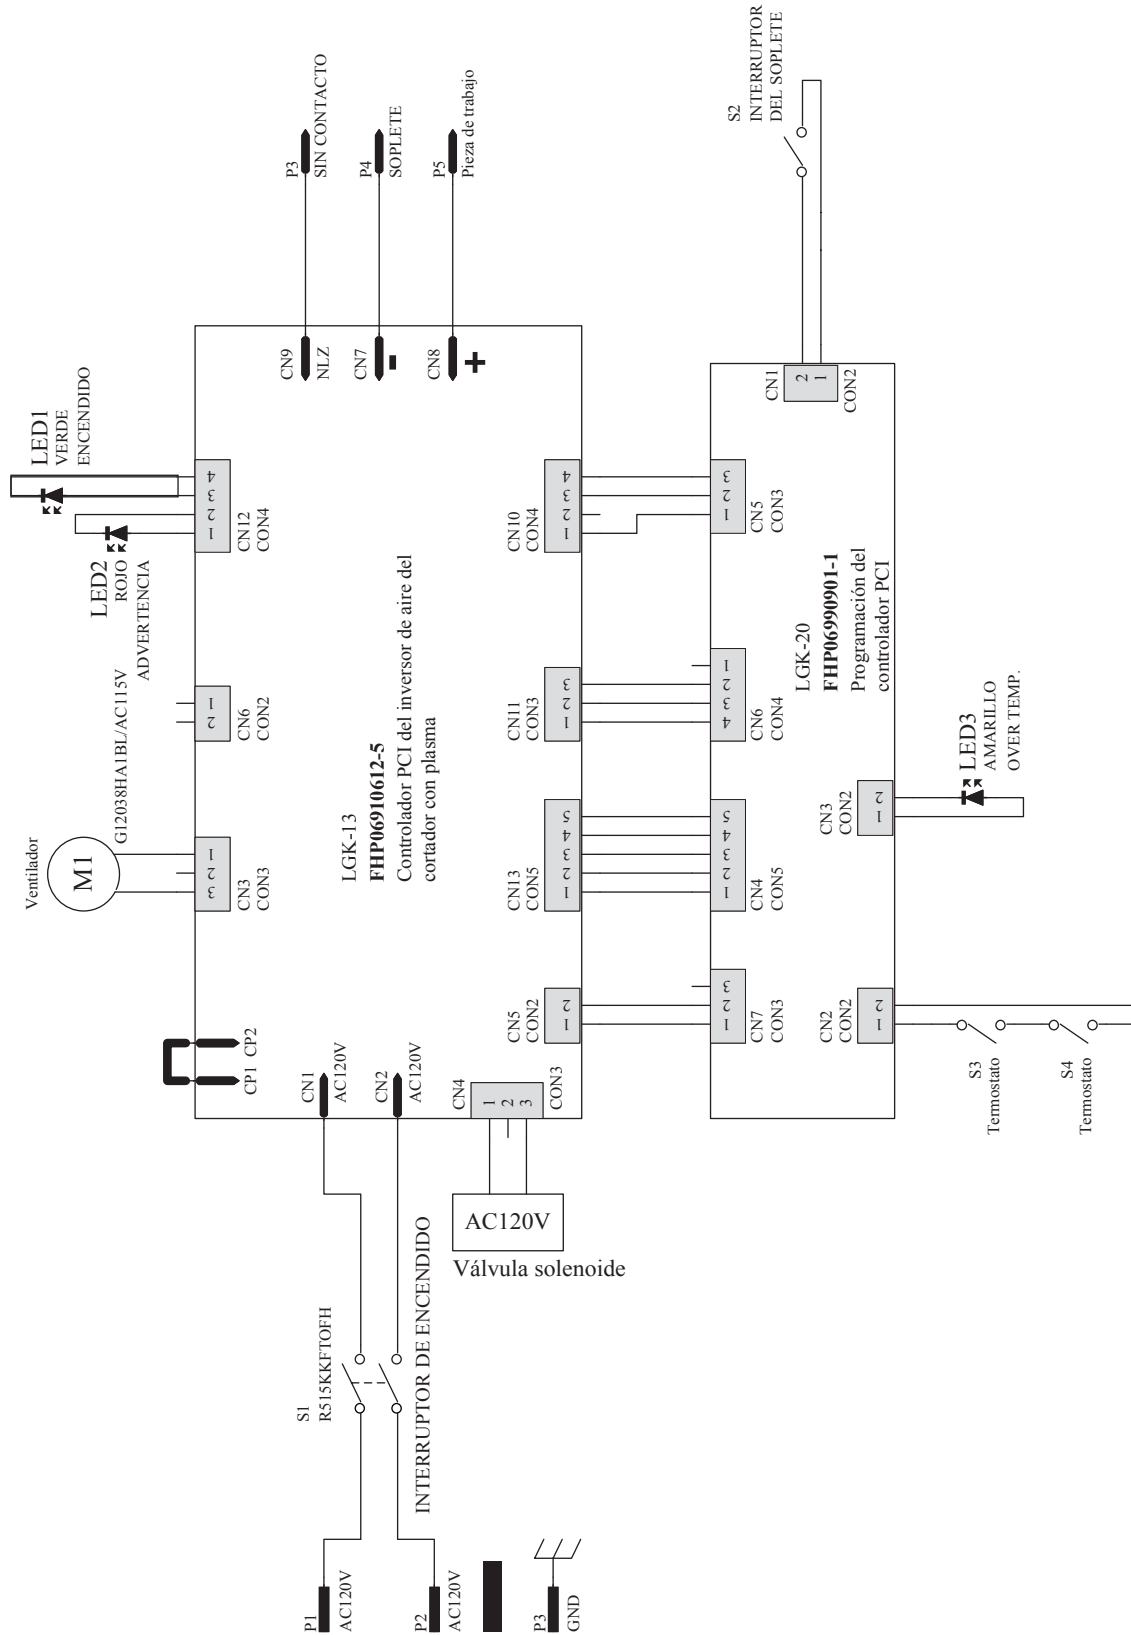

Figura 10 - Diagrama de cableado
3. Mientras sostiene el gatillo, gire el soplete a una posición normal de corte de 90°. Vea la figura 10.